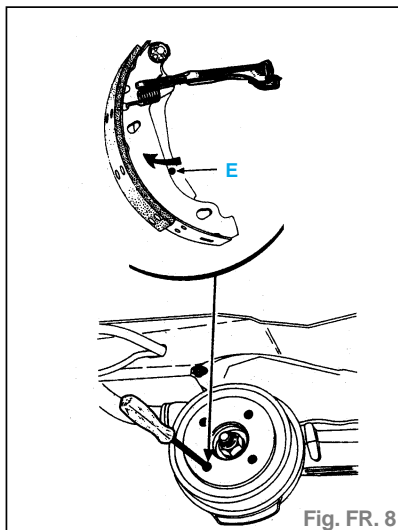

Fig. FR. 8
- Mettre en place le disque sur le moyeu et le fixer à l'aide des deux vis (B).
- Passer, par l'intermédiaire d'un trou de fixation de la roue sur le tambour, un tournevis et pousser sur le levier de frein à main pour dégager l'ergot du segment de frein (E) (fig. FR.8).